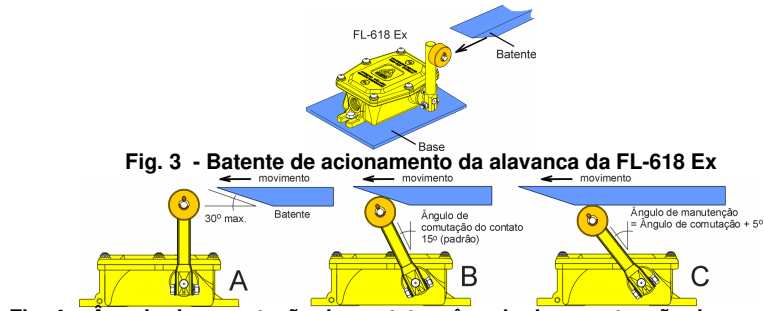

Fig. 4 - Ângulo de comutação do contato e ângulo de manutenção da comutação
- As chaves devem ser posicionadas de forma que o batente atinja a roldana com um ângulo de ataque de 30° ou menos (fig. 4). Ângulos de ataque maiores podem danificar a roldana.
- Para garantir a comutação estável do contato, recomendamos que a alavanca seja deslocada pelo menos 5° além do ângulo de comutação, para evitar que folgas na máquina móvel permita comutação intermitente dos contatos (fig. 4-C).